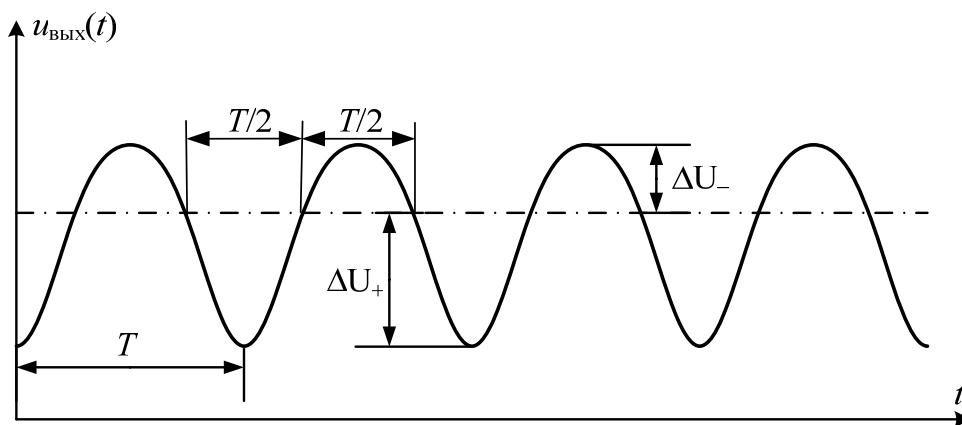

Рис. 3. Сигнал на выходе нелинейного элемента в квадратичном режиме.
2.3. Изменяя положение рабочей точки («регулировка РТ»), установить квадратичный режим работы нелинейного элемента (см. рис. 3). Форму выходного сигнала наблюдать с помощью осциллографа на клемме «12».
2.4. Получить и занести в отчет сигнал на выходе НЭ (клемма «12») и его спектр. Измерить значения периода повторения сигнала T , напряжений ΔU_+ и ΔU_- в соответствии с рис. 3. Рассчитать отношение амплитуд гармоник выходного напряжения по формуле: